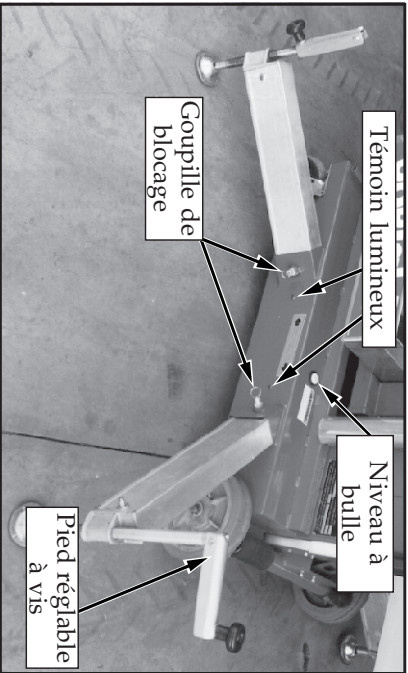

Figure 1 : Pose des stabilisateurs
2. Les insérer dans les emboîtures qui leur sont destinées, situées à la base de la machine (figure 1).
4. Mettre en place les autres stabilisateurs en suivant les étapes décrites ci-dessus. S'assurer que les quatre (4) goupilles de blocage sont toutes bien engagées dans les trous qui leur sont destinés.
5. Mettre la base à l'horizontale en réglant la longueur des pieds à vis situés à l'extrémité de chaque stabilisateur, de façon à ce que la bulle d'air du niveau globulaire situé sur la base de la machine soit centrée (figure 1). Ce faisant, NE PAS relâcher la pression exercée sur l'un ou l'autre des stabilisateurs, ce qui se fait en tournant le pied à vis dans le sens inverse des aiguilles d'une montre.
6. Avant d'élever la plate-forme, s'assurer que les quatre (4) pieds réglables à vis s'appuient fermement contre une surface solide et que le témoin lumineux de chaque stabilisateur est allumé.
2. Introdúzcalos en las respectivas cavidades en la base (fig. 1).
4. Repita la operación para cada uno de los estabilizadores. Asegúrese que los cuatro (4) estabilizadores estén enganchados.
5. Nivele la base centrando la burbuja del nivel circular ajustando los gatos del extremo de cada estabilizador (fig. 1). NO reduzca la tensión en los reloj, para nivelar la base.
6. Las bases de los cuatro (4) gatos deben estar afirmadas en una superficie firme y la luz indicadora de cada estabilizador encendida antes de elevar la plataforma.